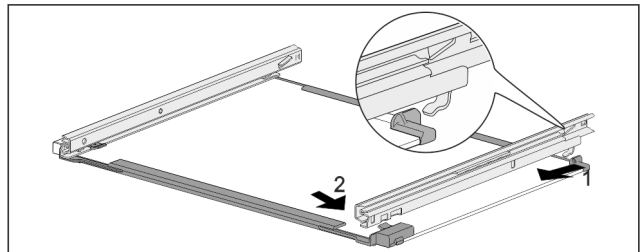

Fig. 143 Стъклена плоча с релси
- ▶ Закачете релсата отзад. Fig. 143 (1)
- ▶ Фиксирайте релсата отпред. Fig. 143 (2)